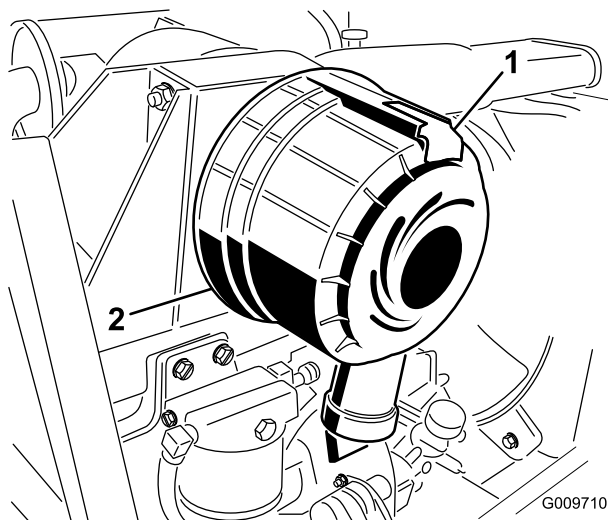

図 28
1. ラッチを引いて外し、カバーを左にひねってボディーからはずす（図 28）。